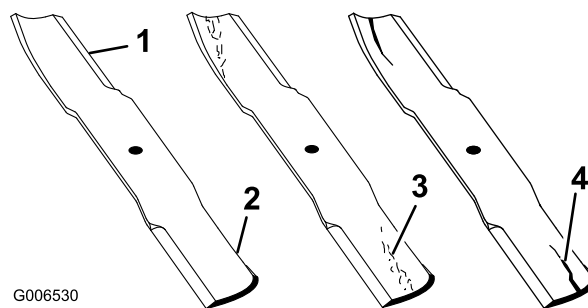

Figure 40
1. Examinez le tranchant des lames (Figure 40).
2. Inspectez les lames, surtout la partie relevée (Figure 40).
**Remarque:** Remplacez immédiatement toute lame endommagée, usée ou qui présente une entaille (repère 3 de la Figure 40).